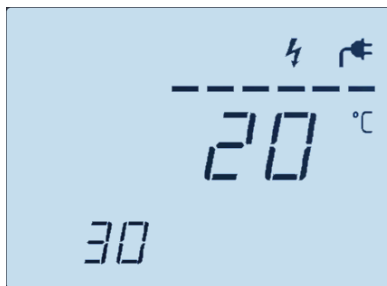

Рисунок 17. Цифровой индикатор Устройства, отображающий уровневый индикатор диммера
Для включения, управления яркостью и отключения LED ленты, необходимо кратковременно, последовательно нажать кнопку СВЕТ ДИММЕР (13). Текущая яркость диммируемого освещения будет отображаться уровневым индикатором над средней строкой цифрового индикатора (рис. 17). При отключении LED ленты уровневый индикатор погаснет.